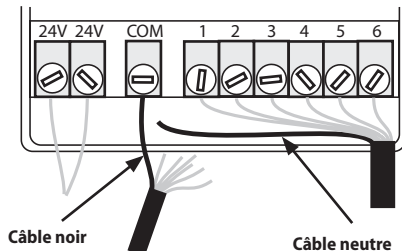

Figure 7
1. Débrancher le(s) câble(s) reliés à la borne commune ou « COM » de votre programmeur. Relier le câble noir du SMRT-Y à la borne COM de votre programmeur (voir figure 7).